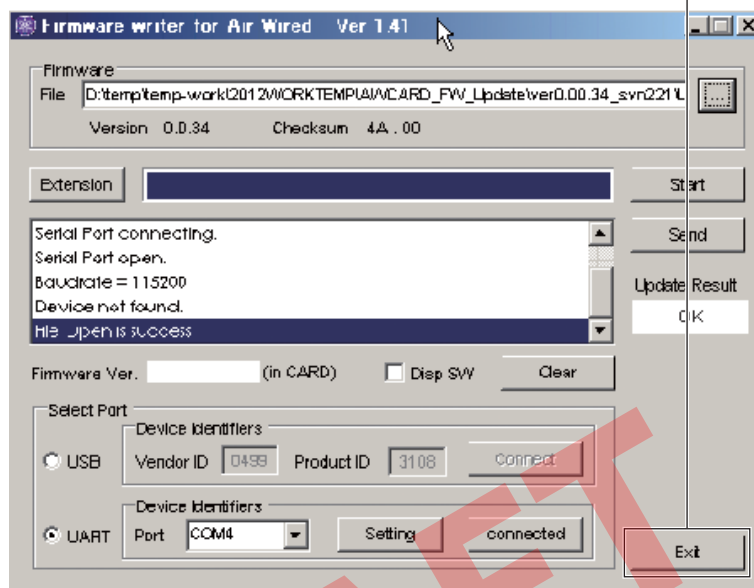

Fig. 8
8. When writing of the firmware is completed, "OK" is displayed to Update Result. (Fig. 8)
9. Click [Exit] to end AWCARD\_FW\_Update\_xxx.exe. (Fig. 8)
8. ファームウェアの書き込みが完了すると、Update Result へ "OK" が表示されます。(Fig. 8)
9. [Exit] をクリックして AWCARD\_FW\_Update\_xxx.exe を終了します。(Fig. 8)